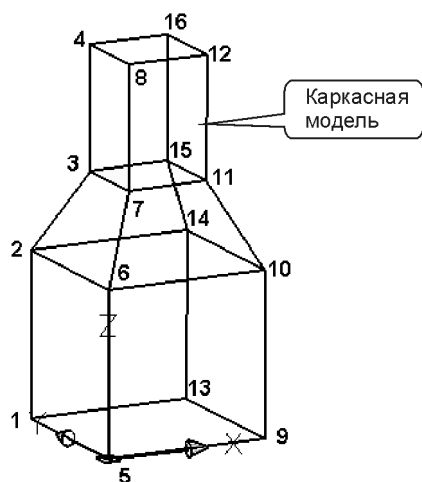

Рис. 11.1. Каркасная модель для построения многоугольной сети
Рассмотрим в качестве примера использование этой команды для построения сети, координаты вершин которой задаются привязкой к узлам каркасной модели, построенной на рис. 11.1. Эта модель состоит из четырех квадратов. Размер стороны большого квадрата равен 100, а меньшего — 50. Большие квадраты размещены на расстоянии 100 друг от друга, а меньшие на расстоянии 75. Между большим и меньшим квадратом расстояние равно 100.
2. Наберите на клавиатуре число вершин в направлении M (целое число от 2 до 256) и нажмите клавишу <Enter>. В рассматриваемом примере $M = 4$ и измеряется снизу вверх в направлении увеличения номеров узлов (см. рис. 11.1).